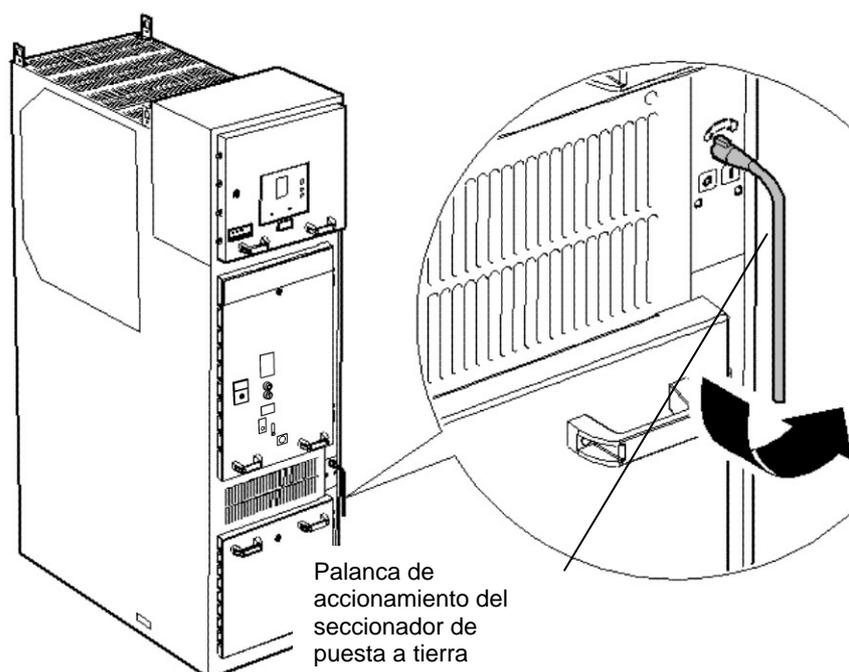

Figura 6.3
3. Abrir el seccionador de puesta a tierra. Insertar la palanca de accionamiento en la abertura del seccionador de puesta a tierra y abrirlo girando la palanca 180° en sentido antihorario (véase la figura 6.3). La indicación del estado del seccionador de puesta a tierra debe ser de color "verde".